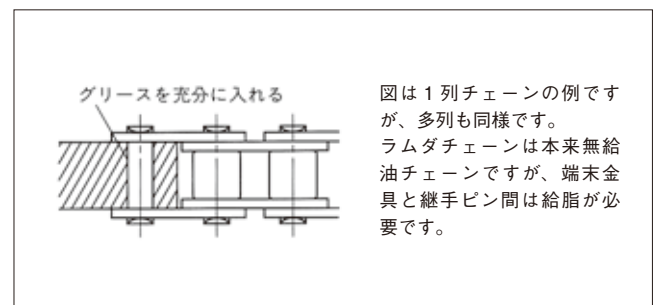

図 28. 端末金具の給油
- 給油量は、チェーンの軸受部が乾燥しないだけの量を定期的に給油 (端末金具はグリースを給脂: 図 28) してください。